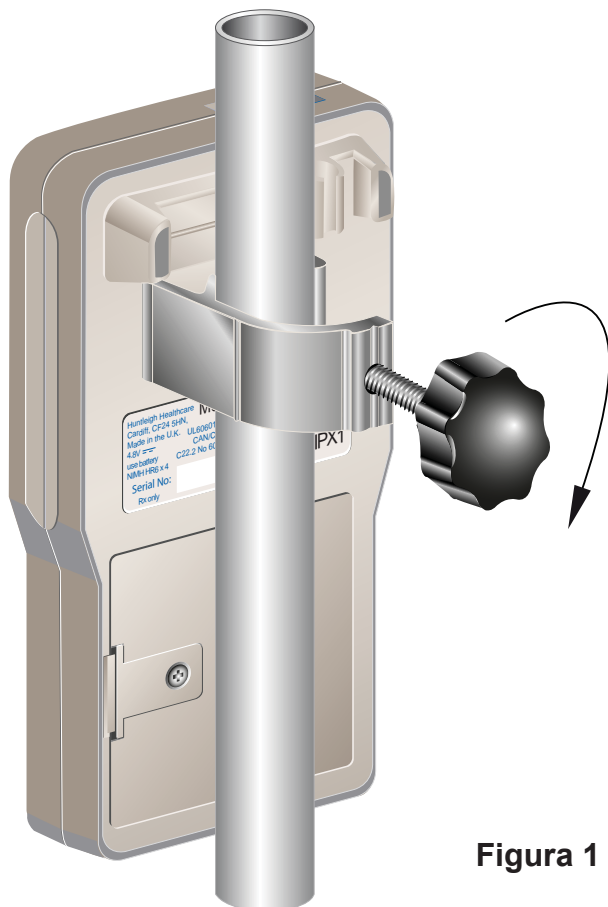

Figura 1
1. Deslice la abrazadera del poste por debajo del clip para cinturón de la unidad y sujete firmemente el poste IV (consulte la Figura 1 siguiente).